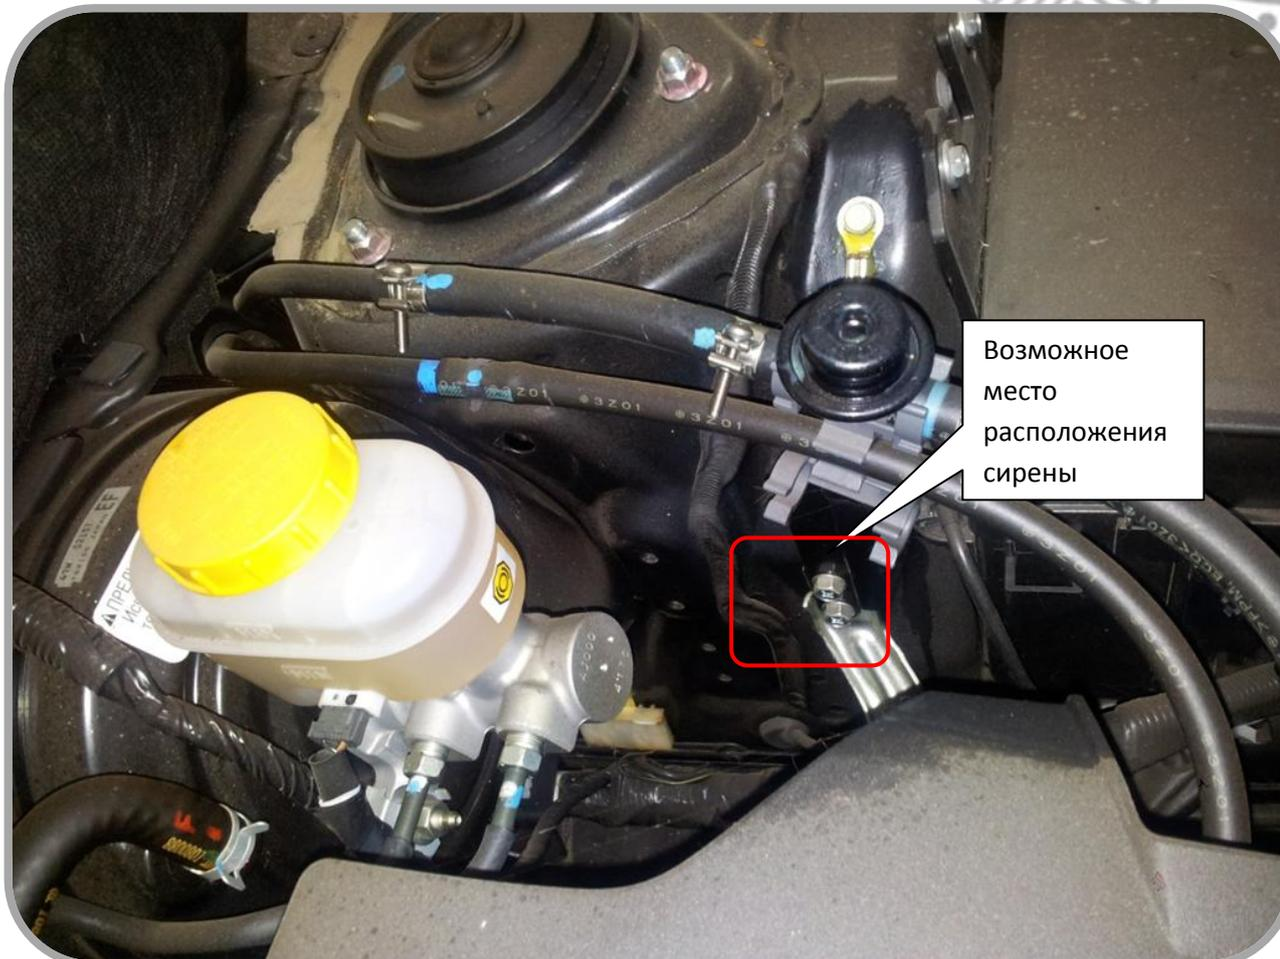

Рис. 18: Возможное место установки сирены.
Для подключения сирены необходимо провести в моторный отсек через штатную проходную втулку, (см. рис. 5), **коричневый** провод разъема **CN9 (pin 8)** системы Scher-Khan UNIVERSE 1 (2), и соединить его с **красным** проводом сирены. **Чёрный** провод сирены качественно соединить с «массой» автомобиля. Сирену располагать рупором вниз или в сторону. Возможное место установки сирены см. на рис. 18.